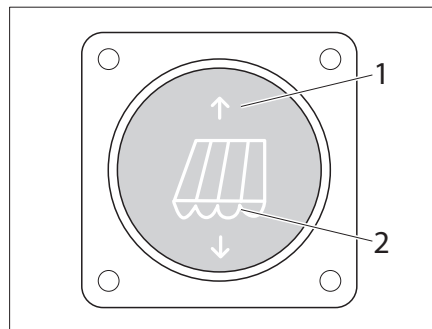
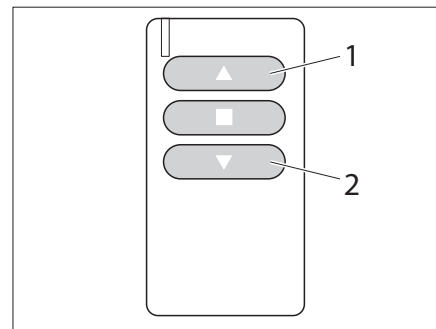

Bild 40 Schalter für Markise, elektrisch
Bild 41 Handsender für Markise, elektrisch
Die Markise ist auch in einer elektrisch angetriebenen Ausführung erhältlich. Die Steuerung erfolgt über den Schalter (Bild 40) oder über einen Handsender (Bild 41).
- Taste (Bild 40/1) bzw. Taste (Bild 41/1) drücken. Die Markise fährt ein.
- Taste (Bild 40/2) bzw. Taste (Bild 41/2) drücken. Der Markise fährt aus.